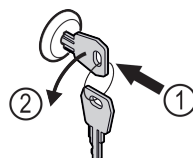

Fig. 176
- ▶ Вставьте ключ. *Fig. 176 (1)*
- ▶ Поверните ключ на 90° против часовой стрелки. *Fig. 176 (2)*